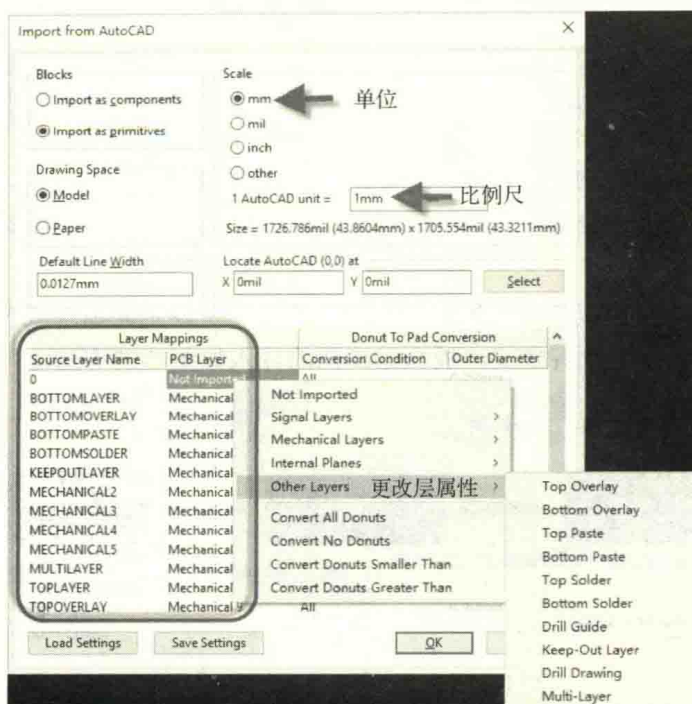

图 7-25 DXF 文件的导入属性设置
(2) 导入属性设置窗口如图 7-25 所示。
- ① 设置导入的单位（注意：需和 CAD 单位保持一致）。
- ② 设置比例尺，即 CAD 放大缩小系数。
- ③ “Layer Mappings”处选择 CAD 文件需要导入到的层。
- ④ 为方便识别，可以单个更改导入的层数，也可以全部更改到某一层。